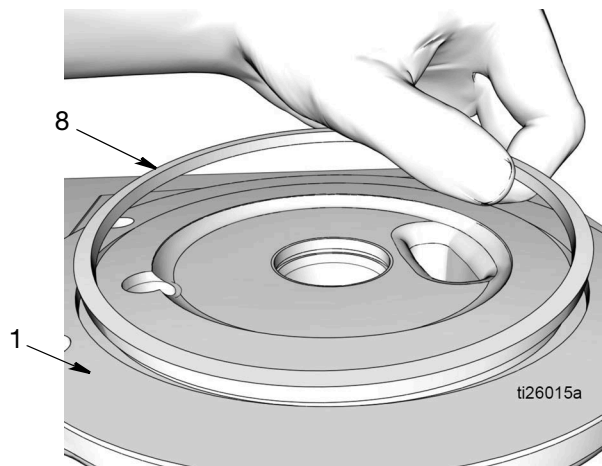

FIG. 45
7. Appliquer une mince couche de graisse sur le joint à section carrée (8). Poser le joint à section carrée (8) dans la gorge de la base de la pompe (1) comme montré sur la FIG. 45.